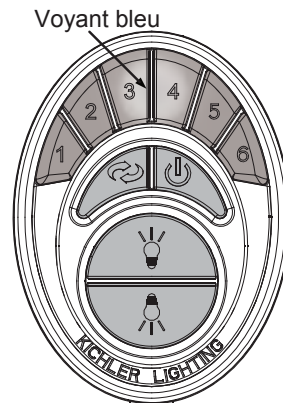

Fig. 23
2. Testez l'émetteur en poussant et relâchant brièvement N'IMPORTE QUEL bouton. Un voyant bleu devrait s'allumer sous les boutons 3 et 4. (Fig. 23) Sinon, vérifiez que les piles sont insérées et reposent correctement.